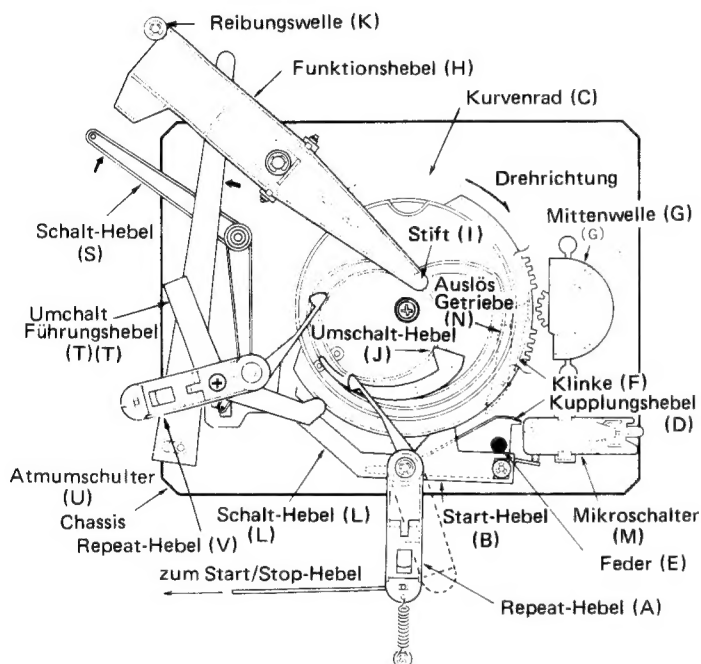
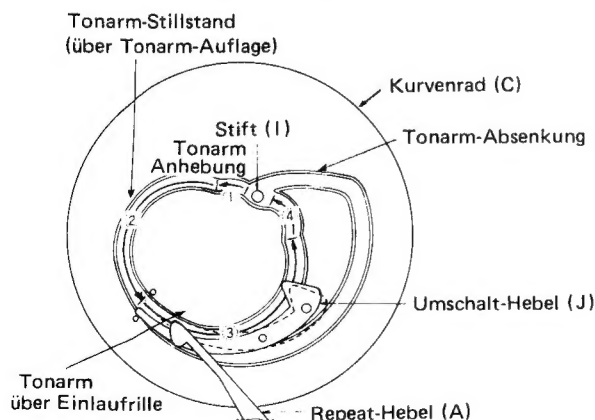

Abb. 3 Unteransicht
Abb. 4 Führungsrille auf dem Kurvenrad
1. Nach Druck auf den Start-Knopf des Plattenspieters schwingt der Repeat-Hebel (A) seitwärts und der Start-Hebel (B) bewegt sich in Richt und Kurvenrad (C). Der Schalt-Hebel (L) stellt den Mikroschalter (M) auf EIN, wodurch der Motor anläßt. Gleichzeitig wird der Kupplungshebel (D) durch die Feder (F) aktiviert und drückt die Klinke (F) aus dem Kurvenrad (C).
2. Die Zähne der Klinke (F) werden vom Zahnkranz der rotierenden Mittenwelle (G) erfaßt. Das Kurvenrad (C) und die Mittenwelle (G) greifen ineinander und das Kurvenrad (C) beginnt sich zu drehen.
3. Wie aus Abb. 4 ersichtlich, eine Drehung des Kurvenrad (C) ist in 4 Abschnitte unterteilt. Die Vorgänge in jedem Abschnitt werden im folgenden erklärt. (Siehe Abb. 3 ~ 5)
- 1) Funktion am Punkt (1) in Abb. 4
- 2) Funktion am Punkt (2) in Abb. 4
- 3) Funktion am Punkt (3) in Abb. 4
- 4) Funktion am Punkt (4) in Abb. 4
5. Während die Platte abgespielt wird, bewegt sich der Tonarm nach innen, bis die Spitze eines am Schiebe-Hebel (Q) befestigten Hebels, das Auslös-Getriebe (N), das sich auf dem Kurvenrad (C) befindet, berührt. Wenn das Auslös-Getriebe (N) herausgedrückt wird, bewegt sich die Klinke (F) ebenfalls nach außen.
6. Da die Klinke (F) und der Zahnkranz der Mittenwelle ineinandergreifen, beginnt sich das Kurvenrad (C) zu drehen. Eine Drehung des Kurvenrades ist in 4 Abschnitte unterteilt. Die Vorgänge in jedem Abschnitt werden im folgenden erklärt. (Siehe Abb. 3, 5 und 6)